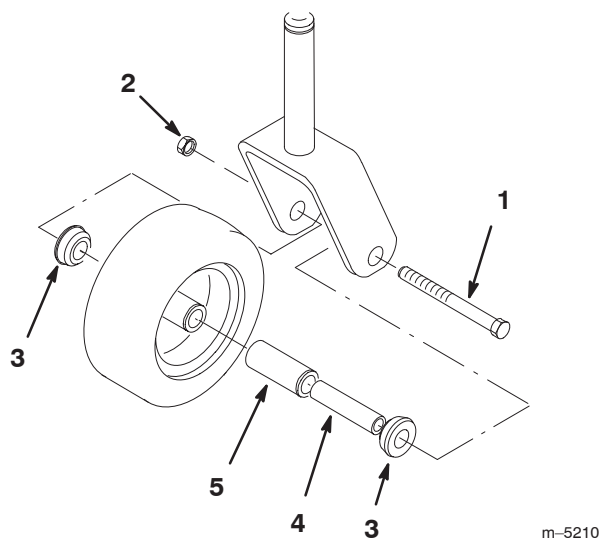

Figure 65
1. Enlevez le contre-écrou et le boulon qui assujettissent la roue pivotante sur la chape (Fig. 65).
2. Enlevez une bague, puis sortez la douille pour clé et le roulement à rouleaux du moyeu de roue (Fig. 65).
3. Enlevez l'autre bague du moyeu, puis nettoyez la graisse et les saletés qui se trouvent éventuellement dans le moyeu (Fig. 65).
4. Examinez l'usure du roulement à rouleaux, des bagues, de la douille pour clé et de l'intérieur du moyeu. Remplacez les pièces endommagées ou usées (Fig. 65).
5. Pour le remontage, placez une bague dans le moyeu de la roue. Lubrifiez le roulement à rouleaux et la douille pour clé, et insérez-les dans le moyeu. Mettez la deuxième bague dans le moyeu (Fig. 65).
6. Montez la roue pivotante dans la chape et fixez-la à l'aide du boulon et du contre-écrou. Serrez le contre-écrou jusqu'à ce que la base de la douille pour clé soit en appui contre l'intérieur de la chape (Fig. 65).